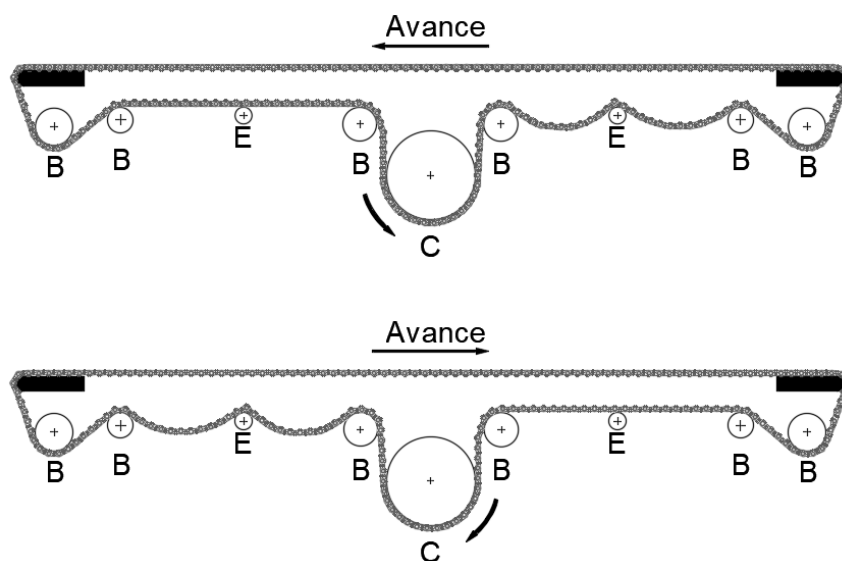

Figura 2. Sentidos de avances para bandas bidireccionales
- A- Ejes Conducidos: Pueden ser rodillos o ejes con piñones. En algunos modelos de paso chico también se pueden utilizar barras frontales, como se puede observar en la figura 2.